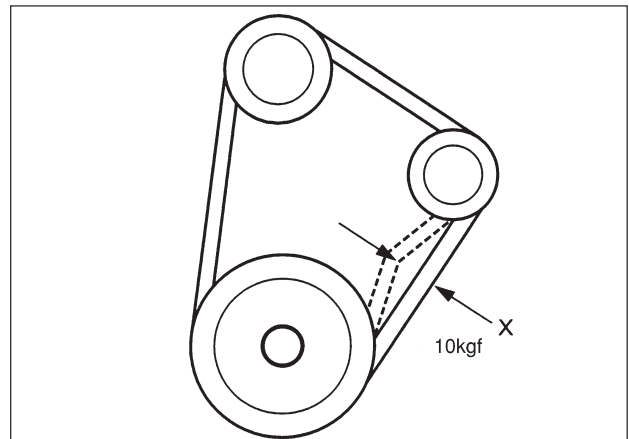

ABB. 134
**ABB. 134:** Eine korrekte Riemenspannung garantiert einen guten Kühlmittelumlauf durch Zylinderblock und Kühler. Die Spannung stimmt, wenn sich der Riemen in der Mitte um etwa 12 mm mit dem Daumen durchdrücken lässt.